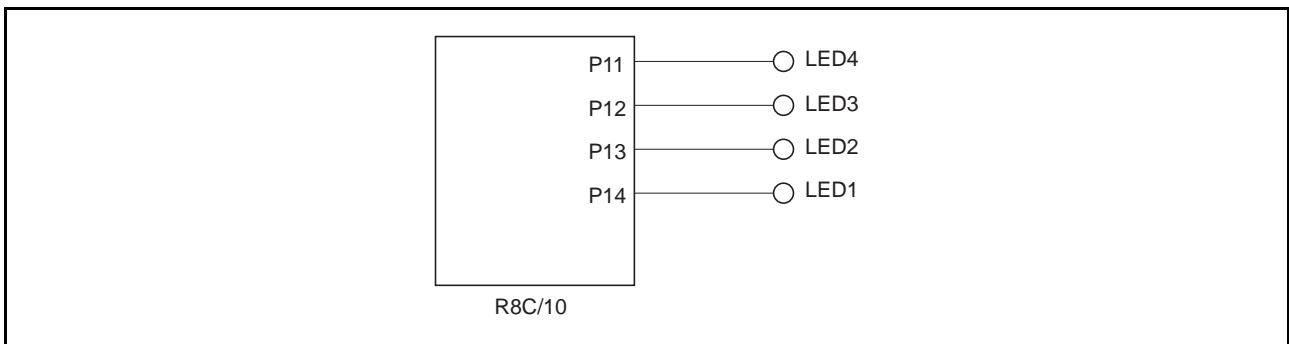

图2 使用的引脚
(2) LED连接到端口P11～P14，显示“L”有效电平。显示数据为0000b～1111b，并且每过1秒就加上1。使用的引脚如图2所示。